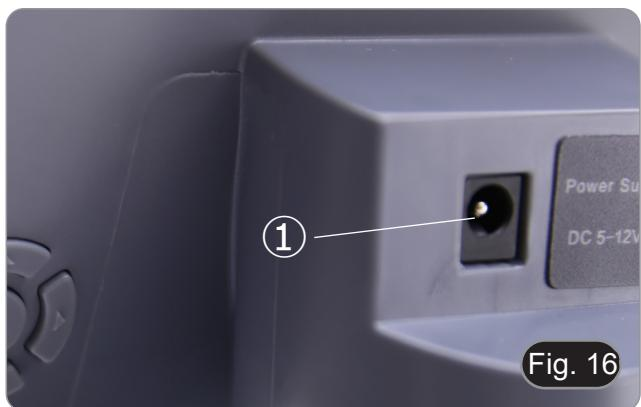

Fig. 16
1. Insérez le bloc d'alimentation dans la prise d'alimentation ① située à l'arrière de la caméra. (Fig. 16)